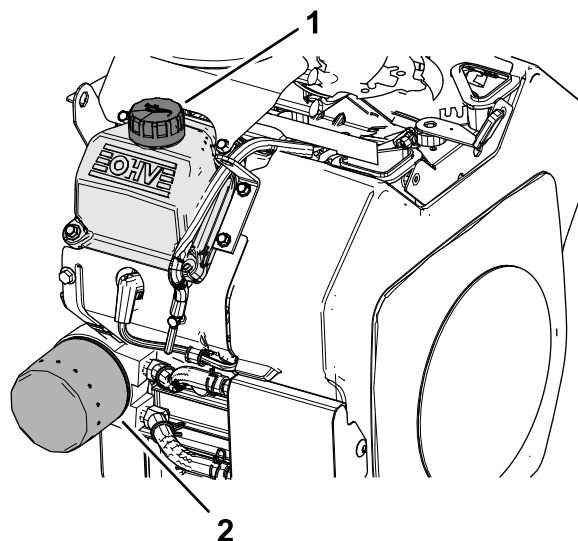

Figura 33
- Togliete il filtro usato e tergete la superficie della guarnizione dell'adattatore del filtro (Figura 33).
- Spalmate un velo di olio nuovo sulla guarnizione di gomma del filtro di ricambio (Figura 33).
5. Rimuovete il tappo di rifornimento dell'olio (Figura 33) e aggiungete 2 litri dell'olio specificato nel motore; fate riferimento a Specifiche dell'olio motore \(pagina 29\) e Cambio dell'olio \(pagina 30\).